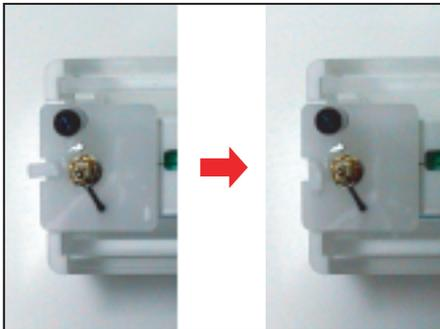

図12
12. セルベースのストッパーを約90°回転させてストッパーはセルカバーを被せる時に邪魔にならないようにします。（図12）